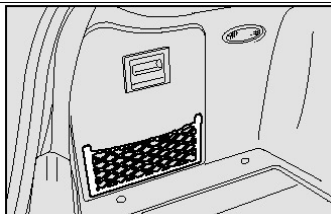

рис. 11
- **рис. 11** - модификация с боковой дверцей (где предусмотрено)